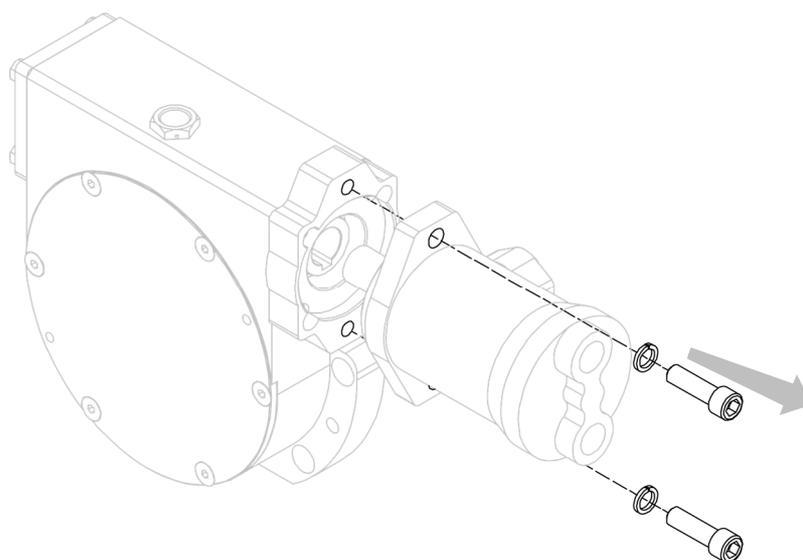

Abbildung 24
4. Trennen Sie den Motor vom Getriebe, nachdem Sie die entsprechenden Schrauben, die ihn befestigen, entfernt haben (siehe *Abbildung 24*).